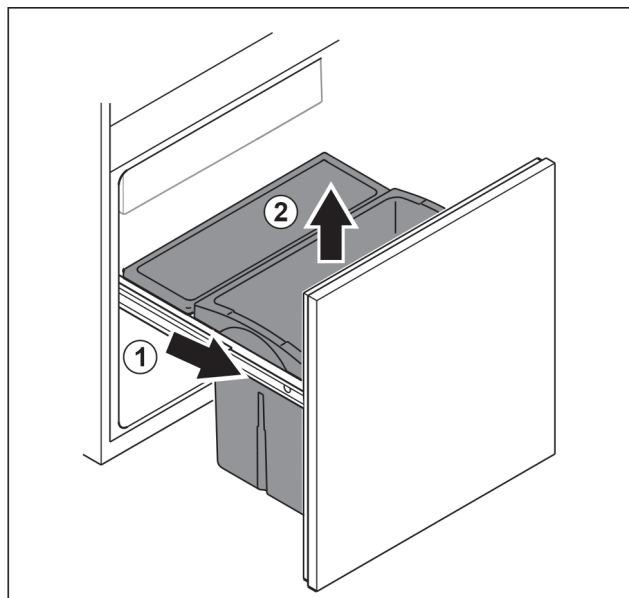

Fig. 80
- ▶ Træk udtræksskuffen ud indtil anslag. Fig. 80 (1)
- ▶ Tag skuffen ud opefter. Fig. 80 (2)